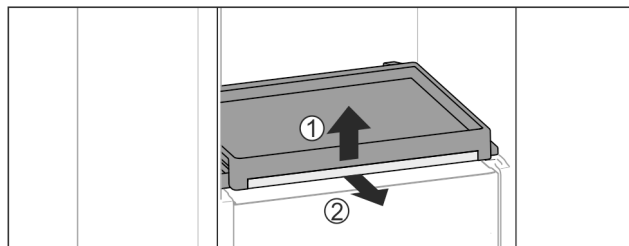

Fig. 107
- Vyjměte vysouvací přihrádku se skleněnou deskou: Skleněnou desku vpředu lehce nadzvedněte Fig. 107 (1) a vytáhněte dopředu Fig. 107 (2).